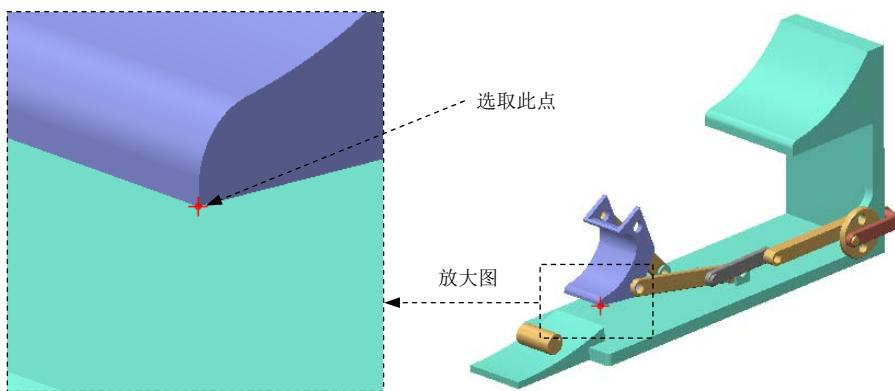

图 9.5.49 选取参考对象
(1) 选择命令。单击**机构**功能选项卡**分析**区域中的“测量”按钮 Measure ，系统弹出“测量结果”对话框。
(2) 新建一个测量。单击 \square 按钮，系统弹出“测量定义”对话框，在该对话框中进行下列操作：
① 输入测量名称，或采用默认名。
② 选择测量类型。在**类型**下拉列表中选择**速度**选项。
③ 选取参考点。选取图 9.5.49 所示的点为测量参考点。
④ 选取评估方法。在**评估方法**下拉列表中选择**每个时间步长**。
⑤ 单击“测量定义”对话框中的**确定**按钮，系统立即将 measure1 添加到“测量结果”对话框的列表中。
Step2. 选取参考对象。在机构中选取 BASE 为“纸零件”，选取图 9.5.49 中的顶点为参考对象。